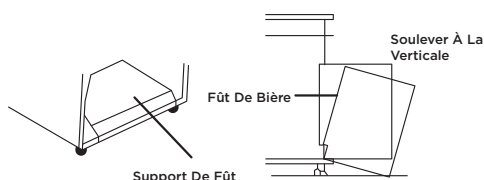

fig. 5
5. Inclinez soigneusement le fût et posez le bord sur le support de plancher du fût sur le fond du boîtier intérieure. Faites glisser le fût de bière lentement, en vous assurant qu'il est correctement situé (Fig. 5 - ci-dessous) et fermez soigneusement la porte.